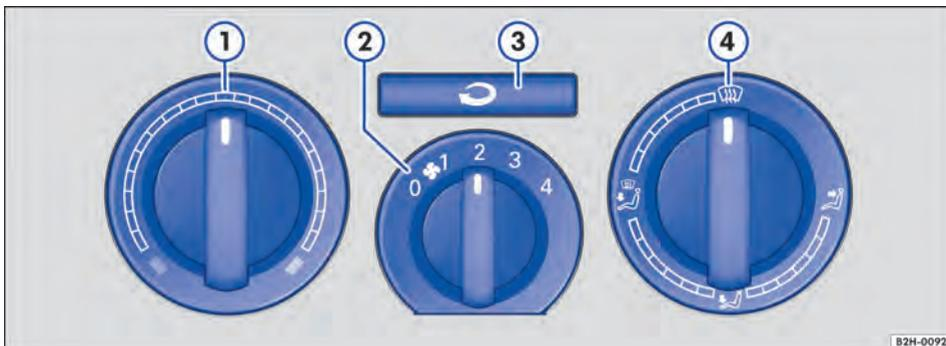

Fig. 84 No painel de instrumentos: comandos do sistema de ventilação e aquecimento.
Girar o botão rotativo central para o nível 0 → Fig. 84 ②.
Regular a temperatura com o botão rotativo esquerdo → Fig. 84 ①.
Com o regulador direito → Fig. 84 (4) é regulada a distribuição de ar:
Com o regulador direito ☼ → Fig. 84 (4) o para-brisa é descongelado e desembaçado o mais rápido possível (função de desembaçamento):
Com o botão ☼ → Fig. 84 (3) ligue e desligue o modo de recirculação de ar → Página 91.